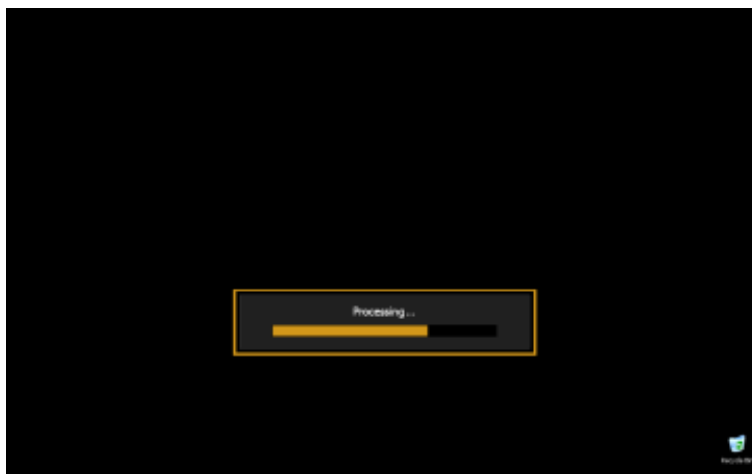

Рис. 100
11. После перезагрузки произойдет обновление системы. Этот процесс может занять несколько минут. В это время, пожалуйста, не перезагружайте устройство (см. рис. 100).